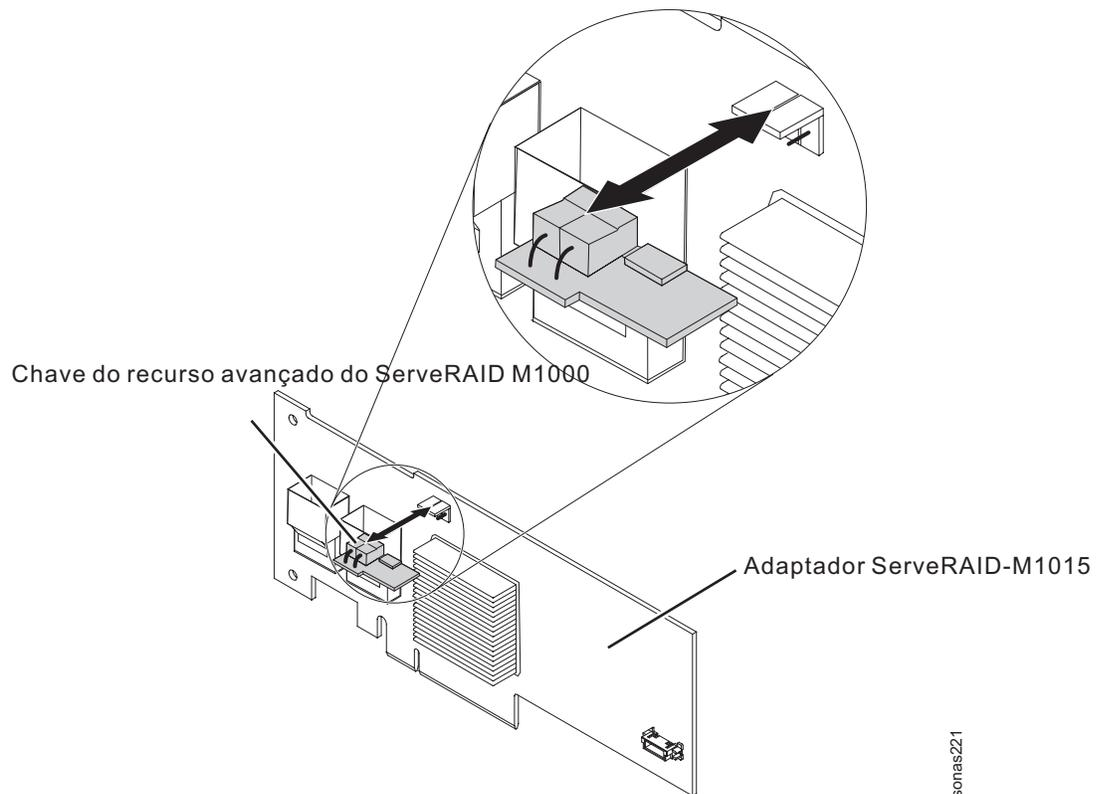
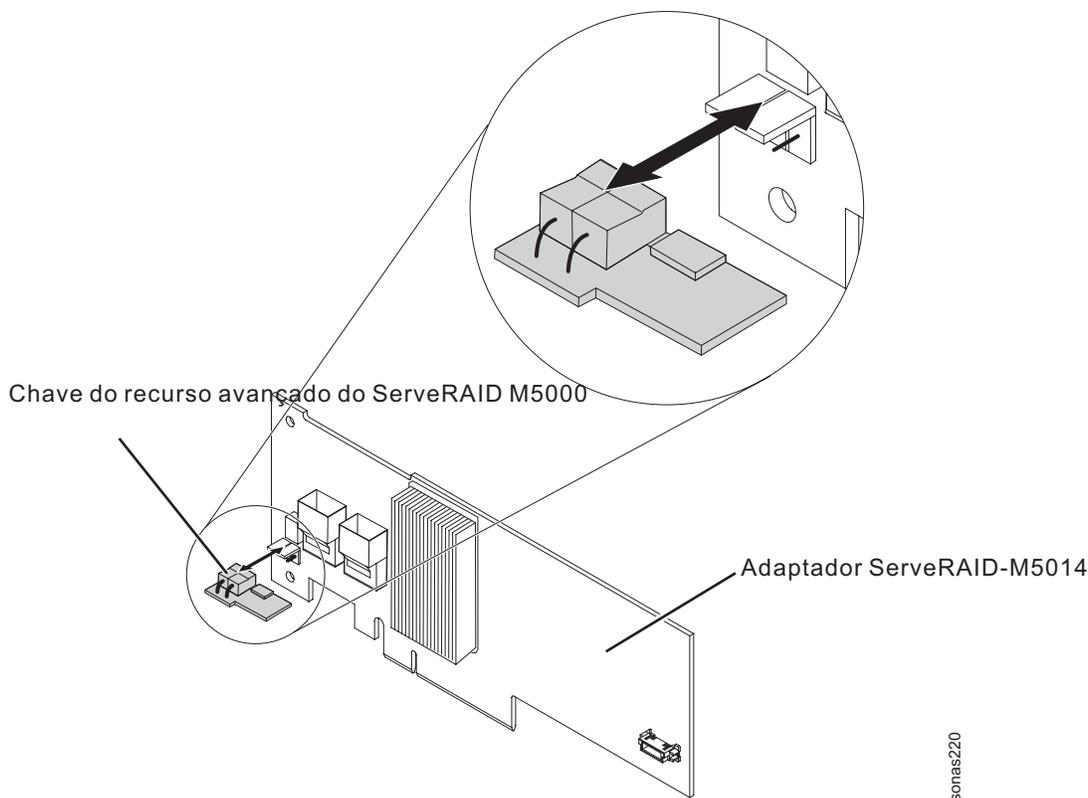

Figura 28. Chave de Recurso Avançado ServeRAID M1000 e Adaptador M1015
Figura 29. Chave de Recurso Avançado ServeRAID M5000 e Adaptador M5014
4. Segure a chave de recurso e levante-a para removê-la do conector no adaptador ServeRAID. Consulte o Figura 28 e o Figura 29 na página 140.